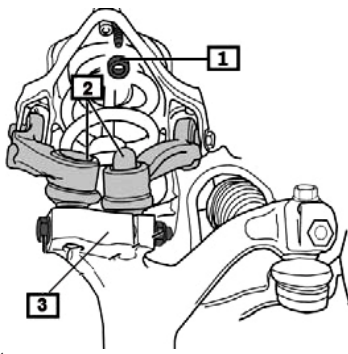
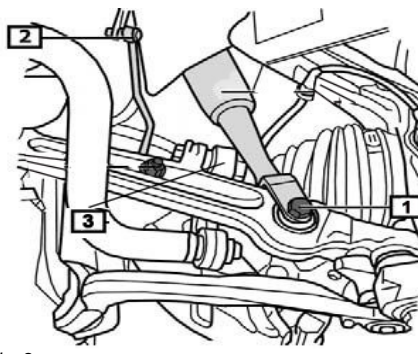
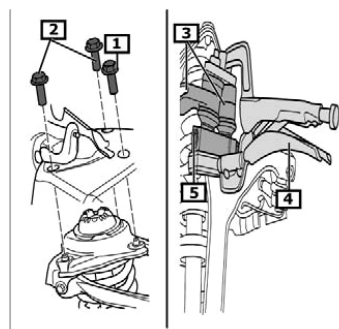

Fig. 1:
Fig. 2:
Fig. 7:
- **Fig. 1** Montage-Clip (1) entfernen, wird nicht wiederverwendet.
- Die beiden oberen Lenker (2) vom Achsschenkel (3) trennen.
- **Fig. 2** Falls vorhanden, Gestänge für Leuchtweitenregulierung (2) aushängen.
- Untere Federbeinbefestigung (1) vom Querlenker und obere Koppelstangenverbindung (3) abschrauben.
- **Fig. 1** Remove installation clip (1); it will not be re-used.
- Detach the two upper links (2) from the steering knuckle (3).
- **Fig. 2** Remove linkage for headlight leveling control (2), if present.
- Unscrew lower suspension strut attachment (1) from track control arm, as well as upper coupling rod connection (3).
- **Fig. 1** Enlever le clip de montage (1), ne pas le réutiliser.
- Séparer les deux bras supérieurs (2) de la fusée d'essieu (3).
- **Fig. 2** Si existante, décrocher la tige de réglage de la portée des phares (2).
- Dévisser la fixation inférieure de la jambe de force (1) du bras transversal puis la liaison de la bielle de connexion (3).
- Enlever les vis de fixation supérieures de jambe de force (fig. 7).
- **Fig. 1** Retirar el clip de montaje (1), no se vuelve a utilizar.
- Separar las dos barras de dirección superiores (2) del cuello del eje (3).
- **Fig. 2** Desenganchar el varillaje de la regulación de los faros si lo hubiese.
- Desatornillar la sujeción inferior del amortiguador (1) de la barra de dirección transversal y la unión superior de las barras de acoplamiento (2).
- Retirar los tornillos de sujeción superiores del amortiguador (7).
- **Fig. 7** Das so komplettierte Federbein in die obere Aufnahme einführen und mit neuen Schrauben (1, 2) befestigen (50 Nm / 90°).
- Die oberen beiden Lenker (3) am Achsschenkel wieder einstecken.
- Neue Befestigungsschraube (5) einsetzen.
- Lenker mit Spannzange (4) andrücken und Befestigungsschraube festziehen.
- **Fig. 7** Insert the assembled suspension strut into the upper mount and use new screws (1, 2) to attach it (50 Nm / 90°).
- Re-insert the upper two links (3) into the steering knuckle.
- Insert new attachment screw (5).
- Use clamping pliers (4) to press links together, and
- **Fig. 7** Introduire la jambe de force ainsi complétée dans le support supérieur et fixer avec des vis neuves (1, 2) (50 Nm / 90°).
- Insérer de nouveau les deux bras supérieurs (3) sur la fusée d'essieu.
- Mettre en place une nouvelle vis de fixation (5).
- Comprimer le bras avec une pince de serrage (4) et visser solidement la vis de fixation.